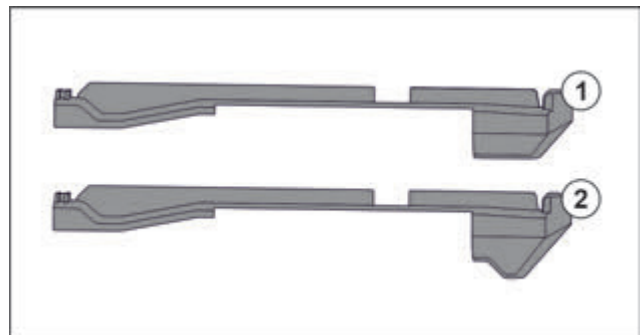

Fig. 108 Порівняння вставних частин
У пристрої є дві різні вставні частини. Вставна частина над самим нижнім висувним ящиком Fig. 108 (2) має трикутний край. Всі інші вставні частини Fig. 108 (1) мають прямий край.
- ▶ Розмістити вставну частину Fig. 108 (2) з трикутним краєм над самим нижнім висувним ящиком.
- ▶ Розмістити вставну частину Fig. 108 (1) з прямим краєм у всіх інших місцях.